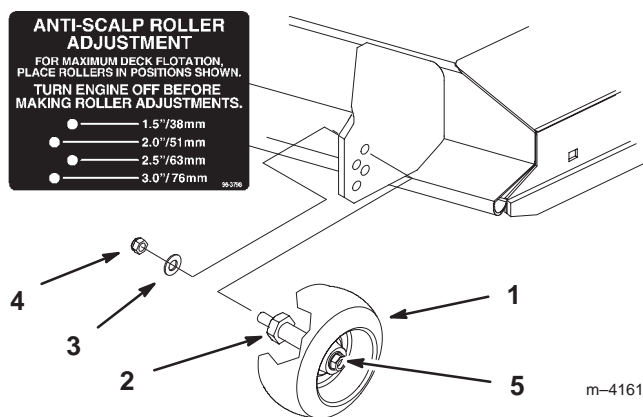

Figure 22
2. Lorsque la hauteur de coupe est réglée, enlevez l'écrou à collerette et la rondelle élastique tout en maintenant le goujon avec une clé (Fig. 22).
- Remarque :** N'enlevez pas l'écrou et la rondelle de la roue (Fig. 22).
3. Choisissez le trou pour que la roue de jauge se trouve le plus près possible de la hauteur de coupe correspondante voulue (Fig. 22).
4. Remettez l'écrou à collerette et la rondelle élastique. Serrez-les à 54–61 Nm (40–45 pieds-livre) (Fig. 22).